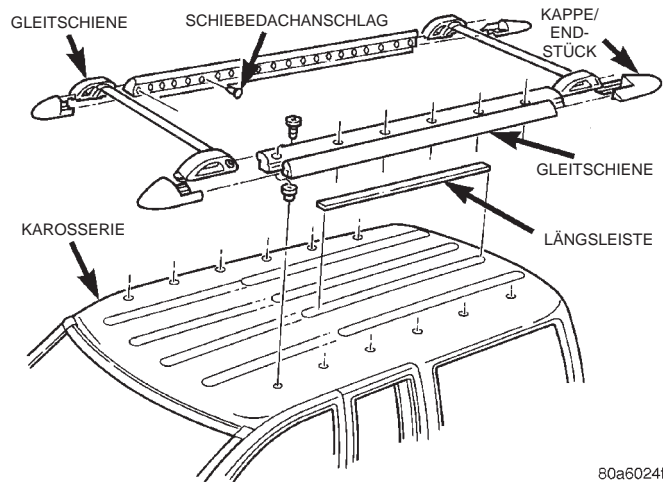

Abb. 73 Dachgepäckträger
- (1) Befestigungsschrauben der Gleitschienen lösen (Abb. 73).
- (2) Dachgepäckträger vom Fahrzeugdach abbauen.